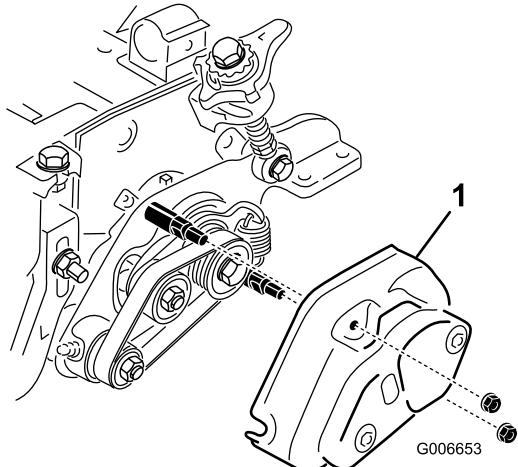

图18
27. 安装疏草刀护罩, 并使用 2 个凸缘螺母 ($5/16$ 英寸) 固定, 如 (图18) 所示。